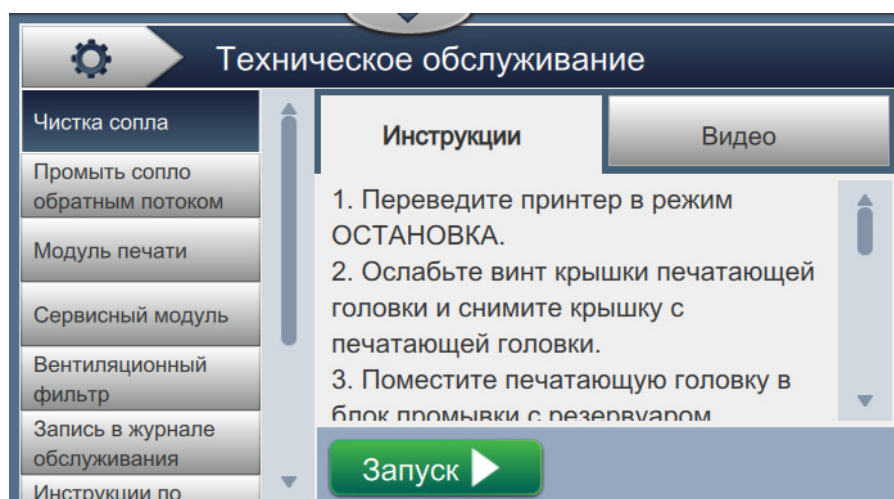

Рис. 6-23: Техническое обслуживание
1. Нажмите кнопку  на экране «Инструменты». Откроется экран «Техническое обслуживание», как показано на Рис. 6-23.